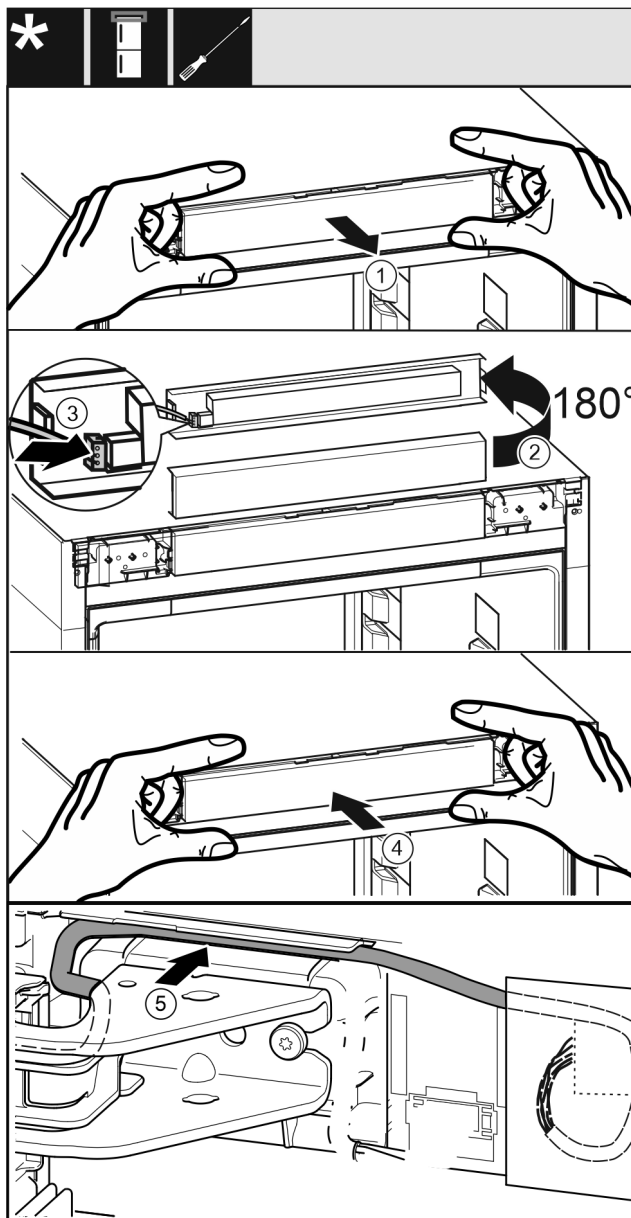

Fig. 43
- ▶ Opatrne vytiahnite obslužný kryt. Fig. 43 (1)
- ▶ Otočte kryt o 180° nahor. Fig. 43 (2)
- ▶ Zaklapnite zástrčku na kryte obslužného dielu. Fig. 43 (3)
- ▶ Obslužný kryt znova zaistite na zariadení. Fig. 43 (4)
- ▶ Sivý kábel opatrne položte do vedenia nad hornou ložiskovou konzolou. Fig. 43 (5)